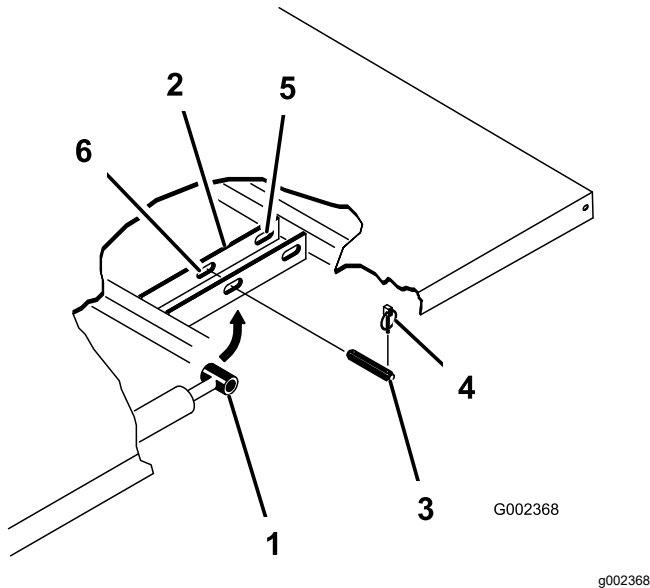

Figura 33
3. Retire las chavetas de los extremos exteriores de los pasadores de las varillas de los cilindros (Figura 33).
4. Retire los pasadores que fijan las rótulas de las varillas de los cilindros a las chapas de montaje de la plataforma empujando los pasadores hacia dentro (Figura 33).
5. Retire los pasadores de seguridad y los pasadores que fijan las placas de giro a los perfiles del bastidor (Figura 33).